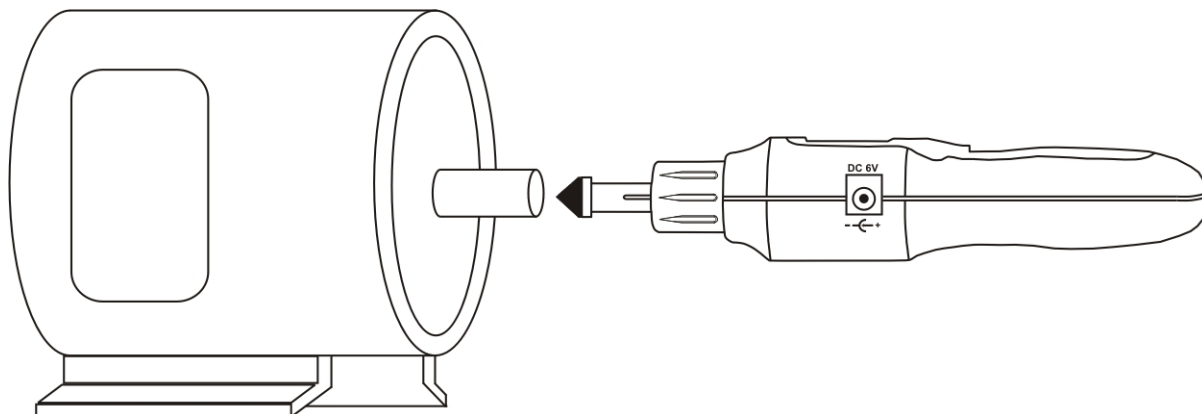

Fig. 3: Misura di Velocità a contatto su alberi rotanti
5. Premere e tenere premuto il tasto /MEAS appoggiando il terminale in gomma sull'albero rotante dell'oggetto in prova (vedere Fig. 3) ed eseguire la misura. Durante la misura il simbolo “” è mostrato a display